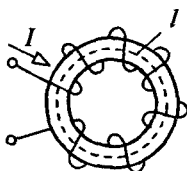

Рис. 1.22
**Задача 1.16.** На стальном сердечнике кольцевой формы (рис. 1.22) помещена катушка с числом витков  $w = 300$ . Сечение сердечника  $s = 16$  см2, длина средней линии  $l = 0,6$  м. Ток катушки  $I = 1$  А.